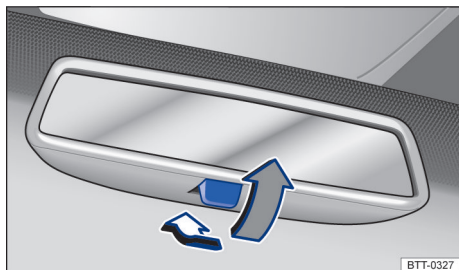

Fig. 80 No para-brisa: espelho retrovisor interno com antiofuscante manual.
- Posição noite: puxar a alavanca → Fig. 80 (seta cinza), para evitar o ofuscamento dos faróis dos veículos que trafegam atrás.